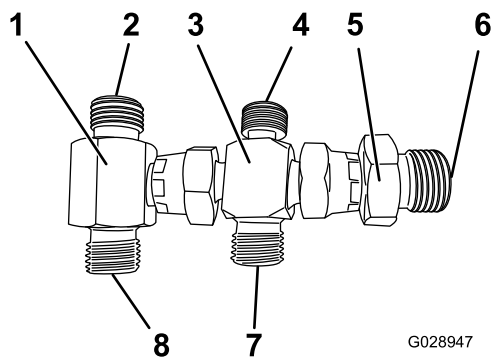

Figura 2
2. Ensamble los conjuntos de acoplamiento en T delantero según se muestra en Figura 1 o Figura 2.
- Sujete las mangueras que se retiraron en el paso 4 al conjunto de acoplamiento en T delantero, en las mismas posiciones que tenían en el colector (Figura 1 o Figura 2).